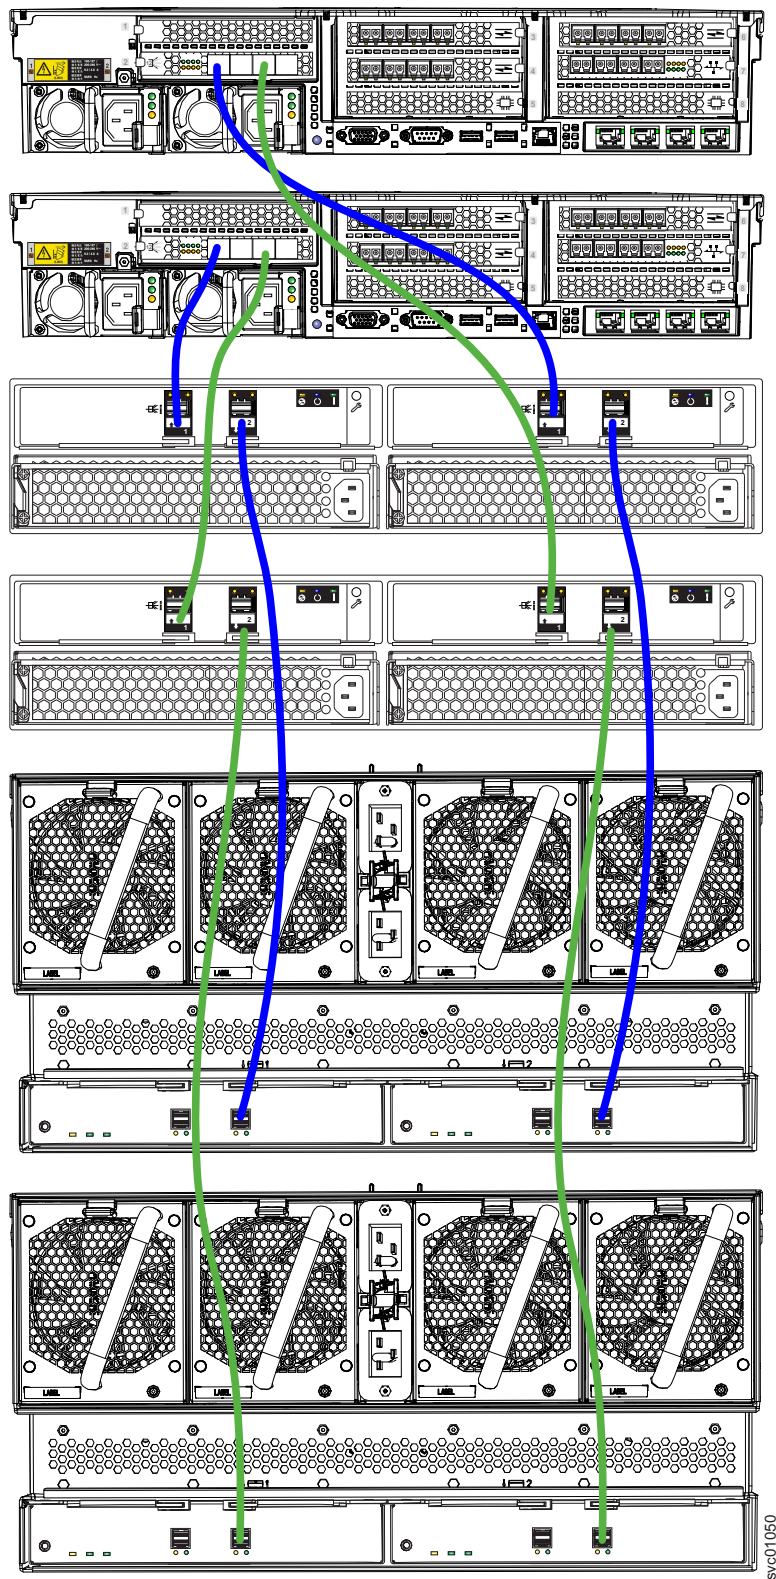

図 135. SAS ケーブルの接続
1. 157 ページの図 135 に示されているように、ケーブルを取り付けます。
注: 157 ページの図 135 は、SAS エンクロージャーと各ノード・エンクロージャーとの間のケーブル接続を示すためのものです。これは、ラック内のエンクロージャーの正確なラック取り付け順序を表すものではありません。しかし、サイズと重量を考慮して、2145-92F エンクロージャーを必ずラックの一番下に配置してください。
157 ページの図 135 に示されているように、1 つの SAS チェーン内で 2145-24F、2145-12F、および 2145-92F の各エンクロージャーを組み合わせることができます。制限要因は、さまざまなコンポーネントのチェーン重量 の合計です。ノードの SAS ポートに接続できる最大 SAS チェーン重量は 10 です。